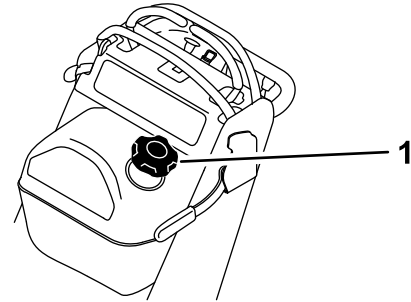

Bild 39
3. Reinigen Sie den Bereich um den Tankdeckel, um zu verhindern, dass der Kraftstofftank verunreinigt wird (Bild 39).
6. Saugen Sie mit der Saugpumpe den Kraftstoff in einem sauberen Kraftstoffbehälter (Bild 39).